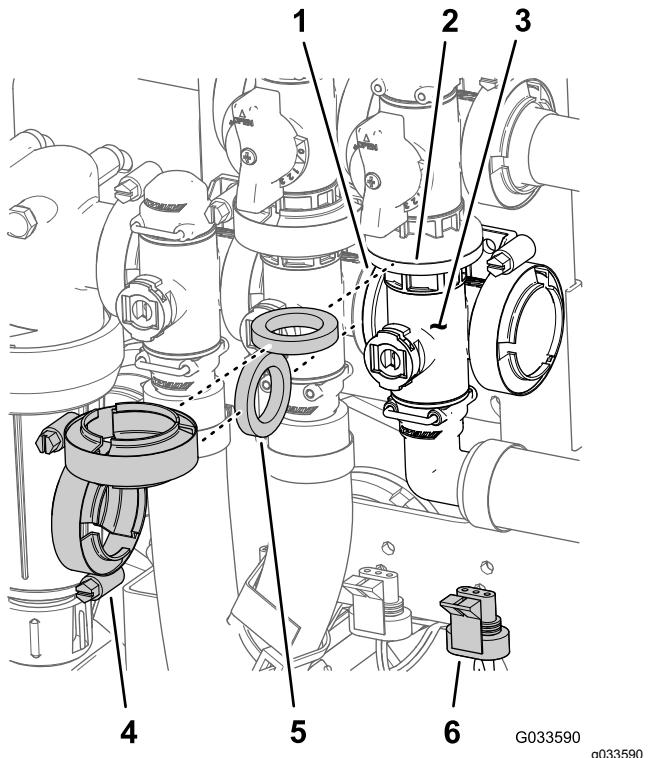

Figura 114
1. Alinhe a flange do coletor da válvula da rampa principal, uma junta e a flange da válvula de derivação da rampa principal (Figura 114).
2. Monte o coletor da válvula da rampa principal, junta e válvula de derivação da rampa principal com uma braçadeira de flange bem apertado à mão (Figura 114).
3. Alinhe a flange do coletor da válvula da rampa principal, uma junta e o coletor da válvula de agitação (Figura 114).
4. Monte o coletor da válvula da rampa principal, junta e coletor da válvula de agitação com uma braçadeira de flange e aperte à mão (Figura 114).
7. Monte a válvula de agitação na montagem da válvula com o parafuso de cabeça flangeada e porca de bloqueio flangeada (Figura 114) que removeu no passo 3 de Remoção da válvula do coletor da rampa principal \(página 78\) e aperte a porca e parafuso com 10 a 12 N·m.